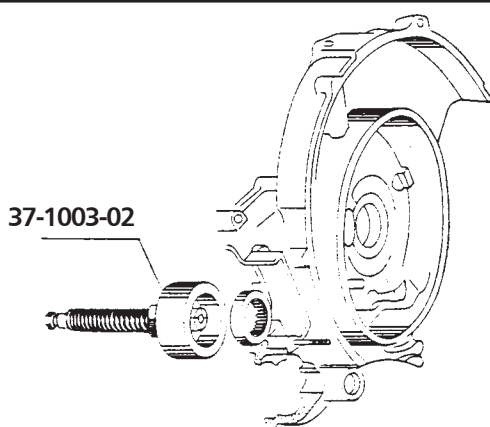

Figura 45 - Remoción del cojinete de rodillos del eje principal.
2. Cojinete de rodillos para el eje principal. Para sacar este cojinete, utilice el extractor 37-1003-02 como se muestra en la **figura 45**.